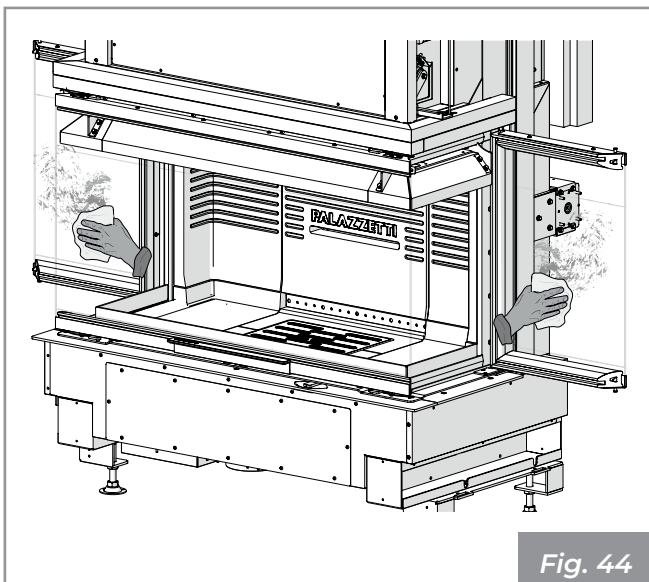

Fig. 44
- 3) Nettoyer la vitre à l'aide d'un chiffon humide ou avec du papier humidifié et passé dans de la cendre (**Fig. 44**).